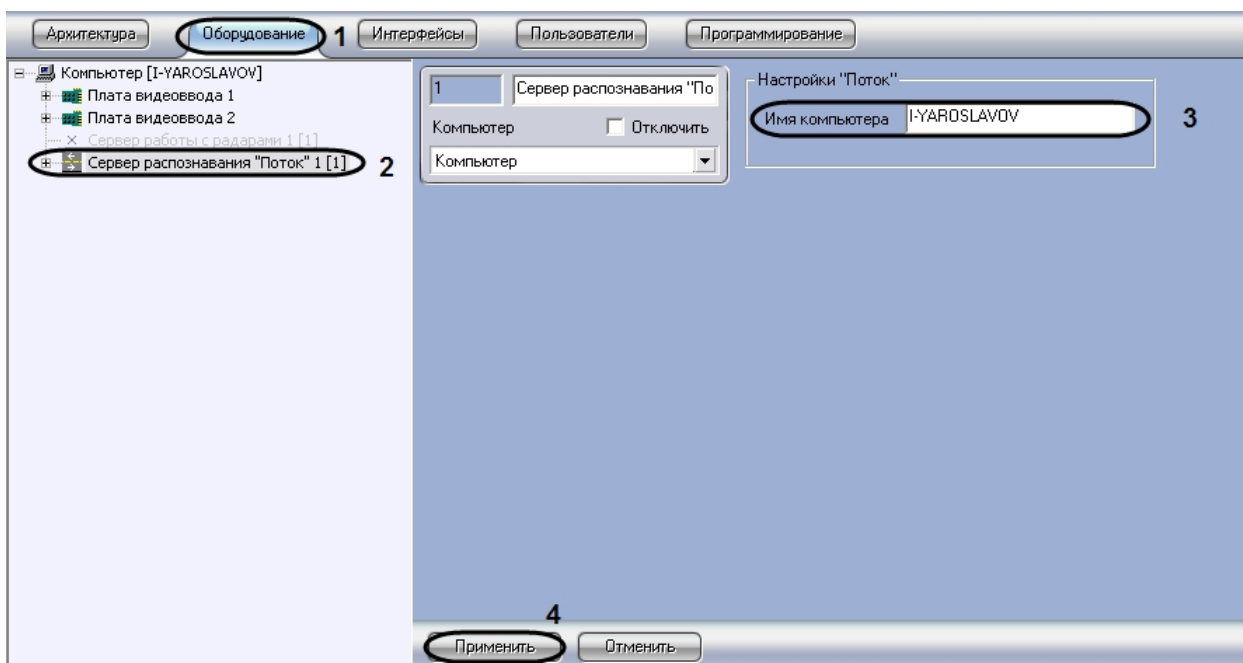

Рис. 44. Указание сетевого имени сервера Rossi «Поток»
2. В дереве объектов на вкладке «Оборудование» выбрать объект «Сервер распознавания «Поток»», соответствующий настраиваемому программному модулю «Поток». В правой части вкладки «Оборудование» отобразится панель настройки выбранного объекта (см. Рис. 44).